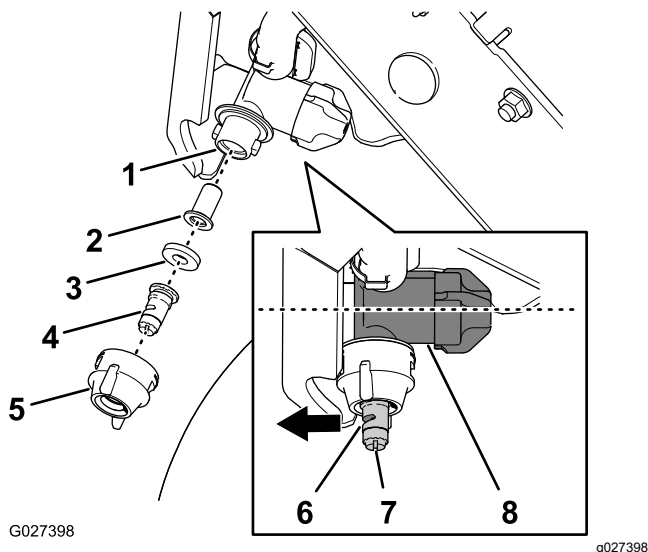

Figure 63
1. Tournez le chapeau de buse de 90° dans le sens antihoraire et enlevez-le du corps de la buse (Figure 63).
2. Déposez la pastille, le joint et la crépine du corps de la buse (Figure 63).
4. Insérez la crépine dans le corps de la buse (Figure 63).
5. Placez la pastille et le joint dans le chapeau de la buse (Figure 63).
6. Posez la pastille, le joint et le chapeau sur le corps de la buse (Figure 63).
Remarque: Utilisez la fente pour faire tourner l'atomiseur (Figure 63) de la pastille vers l'avant (dans l'alignement du boîtier du régulateur de débit du corps de la buse).
7. Tournez le chapeau de la buse de 90° dans le sens horaire (Figure 63).